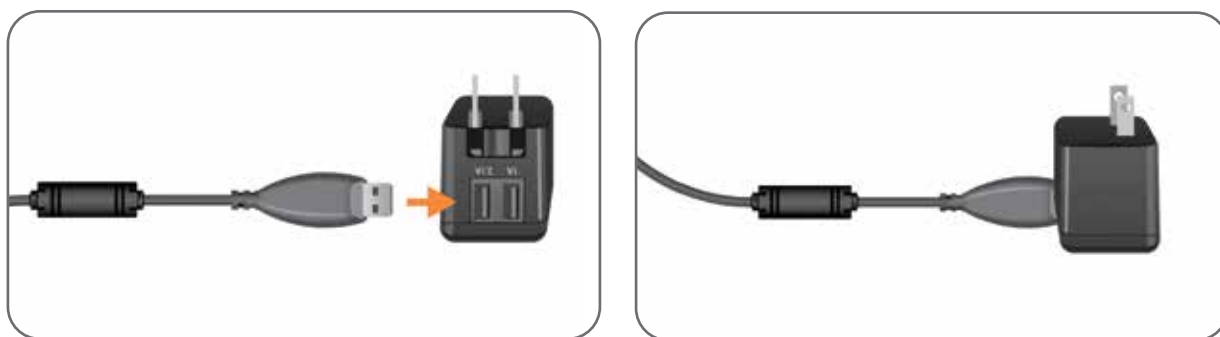

Figure 4-6 : Insertion du câble de recharge USB dans l'adaptateur CA
2. Insérez la fiche USB du câble de recharge magnétique dans l'un des deux ports USB disponibles sur l'adaptateur CA. Reportez-vous à la figure 4-6.